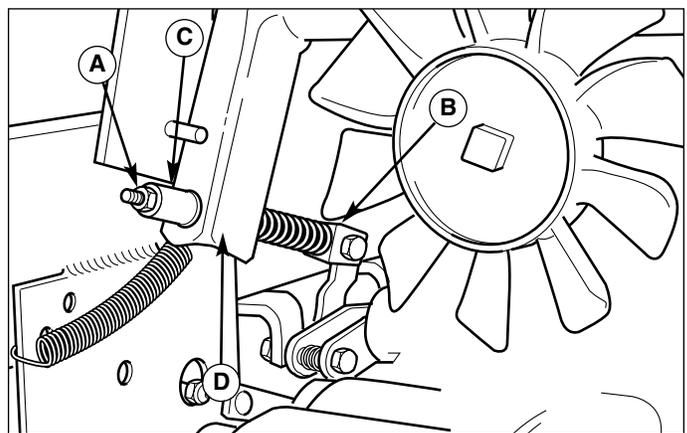

Figure 30. Réglage de la tringlerie de frein
2. Retirer le pare-chocs arrière pour accéder à l'écrou de réglage (A, figure 30) de la tige de frein.
4. Le bras de frein étant à la verticale et la pédale au repos, tourner l'écrou de réglage (A, figure 30) de la bielle de frein jusqu'à ce que la douille de butée (C) touche le bras de pivot de frein (D). Ne pas serrer en excès. Un serrage excessif causerait un freinage continu.